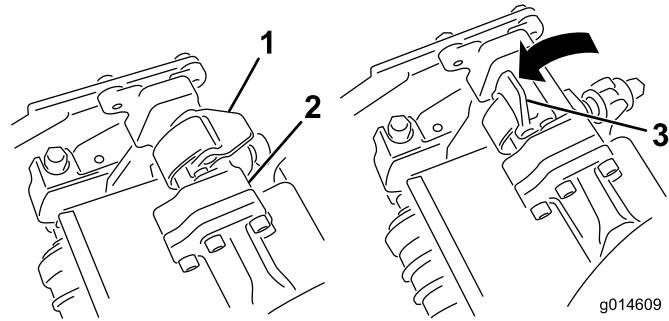
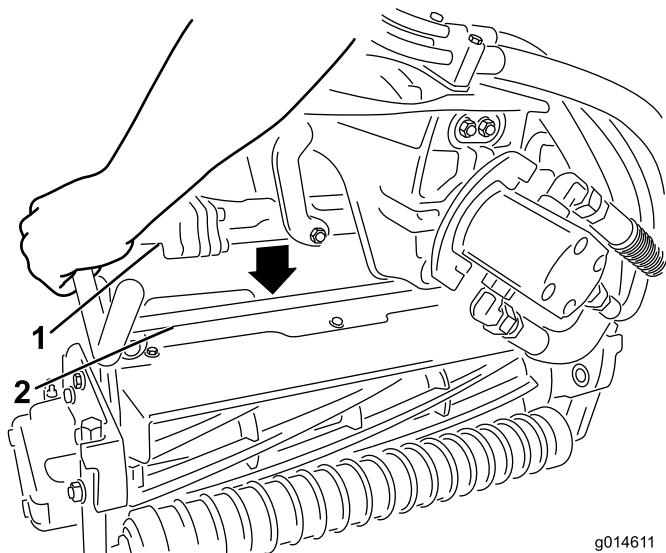

図 11
図 12
5. サスペンションアームのバーについているラッチを上向き(開いた状態)にして(図 11)、サスペンションアームを押し下げて、バーを、カッティングユニットのバーの上に被せるようする(図 12)。
6. ラッチを下げる閉じるとカッティングユニットのバーがロックされてユニットがアームにセットされる（図 11）。